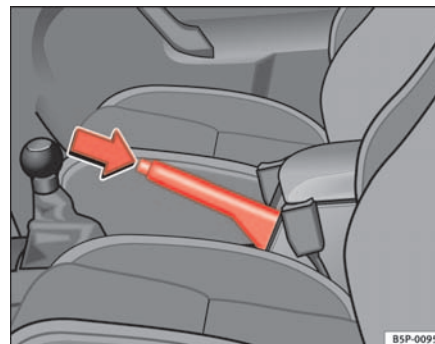

Fig. 100 Freno de mano entre los asientos delanteros
⇒ **fig. 100.**
- Tire ligeramente de la palanca hacia arriba, presione el botón de desbloqueo en la dirección de la flecha ⇒ **fig. 100** y baje completamente la palanca. ⇒ **⚠**.